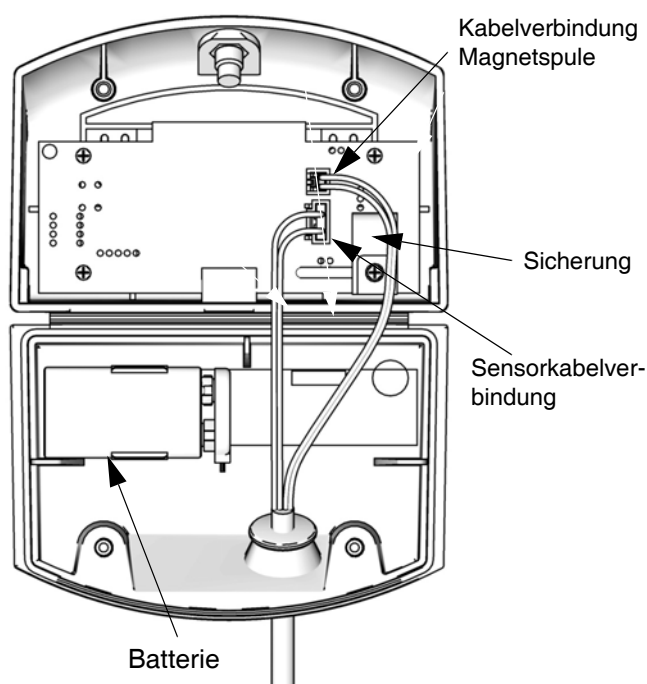

ABB. 34. Position von Batterie und Sicherung im DataTrak-Modul
5. Die gebrauchte Batterie herausnehmen und durch eine normenkonforme Batterie ersetzen. Siehe ABB. 34.